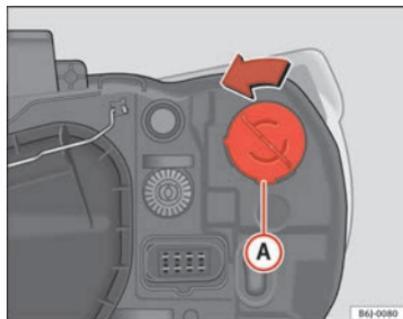

Fig. 140 Luz intermitente faro simple
- Gire el portalámparas ⇒ fig. 140 A a la izquierda y tirar.